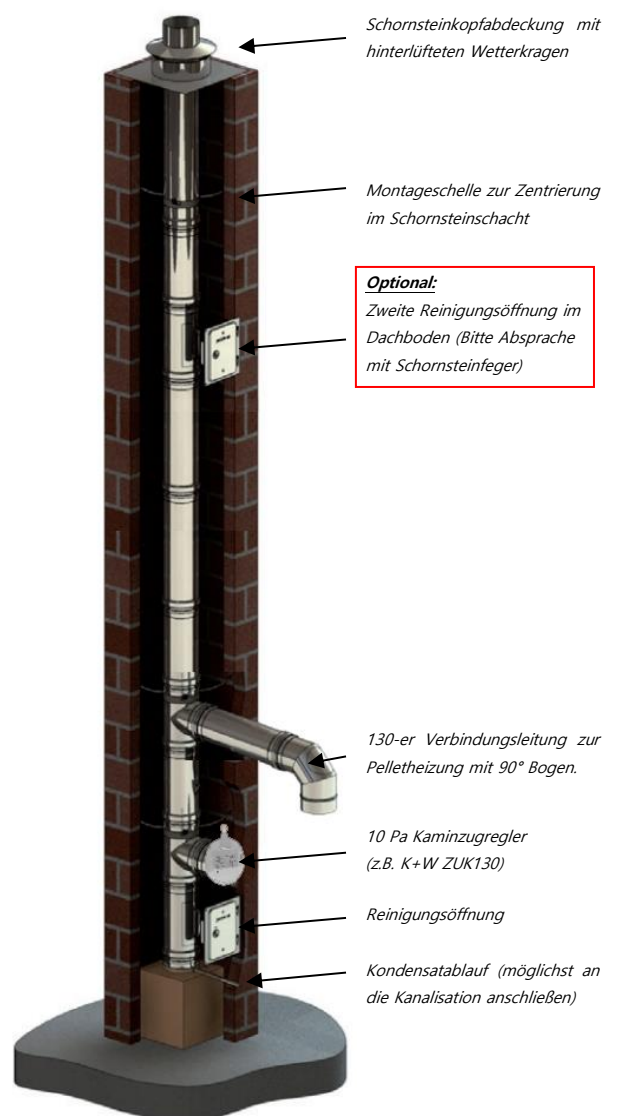

Abb. 8: Bild: Jeremias / SOLARvent. Schematischer Aufbau eines FU-Schornsteins mit Anschluss für eine SOLARvent Pelletheizung und Zugregler.
Für einen zuverlässigen Betrieb der Pelletheizung ist eine ordnungsgemäße Abgasanlage notwendig. Damit es keine Durchsottung bei niedrigen Abgastemperaturen gibt, ist ein feuchtigkeitsunempfindlicher (FU) Schornstein mit einem Kaminzug von 12 Pa erforderlich (bevorzugt aus VA-Stahl). **Der max. Schornsteinzug ist auf 12 Pa mit Hilfe eines Zubegrenzers (12 Pa) zu begrenzen! Den Zugregler baust Du bitte wie unter Abb. 8 dargestellt in den Schornstein ein.** Sofern der Zugregler nicht wie **von uns dringend empfohlen im Schornstein**, sondern in der Abgasleitung installiert wird, ist damit zu rechnen, dass durch diesen Ascherückstände/Rauch in den Aufstellraum gelangen kann. **Dies empfehlen wir ausdrücklich nicht!** Die Verbindungsleitung zwischen Kessel und Schornstein (Abgasrohr) muss dicht sein und ist aus rostfreiem Stahl mit **mindestens 5° Steigung** herzustellen. Eine maximale Länge von 2,5 Meter darf nicht überschritten werden. **Das Abgasverbindungsrohr ist mit mind. 30 mm Mineralwollschalen zu isolieren.** Den Kaminanschluss mit **maximal zwei 90° Bogen** ausführen. Die Einbindung des Abgasrohres in den Kamin muss so erfolgen, dass **kein Kondensatwasser** in den Kessel zurückfließen kann. Der Heizkessel und der Schornstein müssen aufeinander abgestimmt sein. Als Berechnungshilfe ist die EN 13384-1 anzuwenden. Sämtliche Daten für die Berechnung entnehmen Sie bitte den in dieser Beschreibung beigefügten technischen Daten.